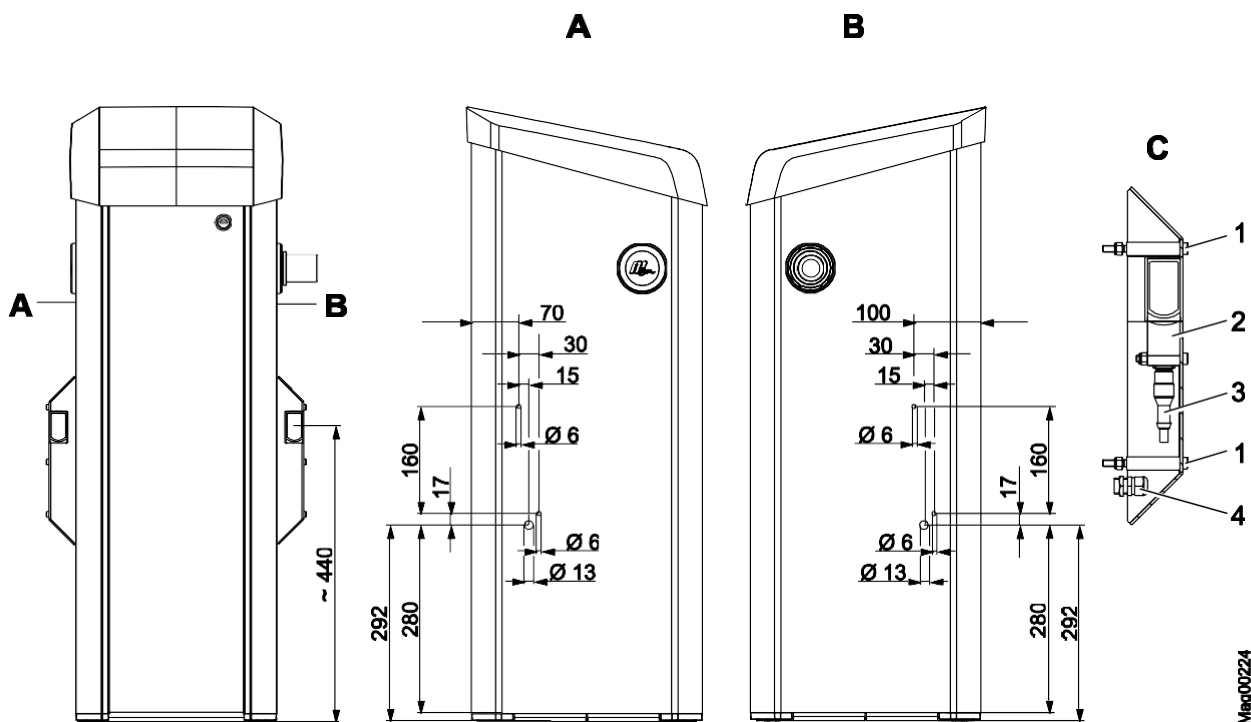

Fig. 20: Montar o gabinete da fotocélula do transmissor no gabinete de cancela (dimensões em mm)
1. Fazer os orifícios para o gabinete da fotocélula de acordo com Fig. 20 no gabinete de cancela.